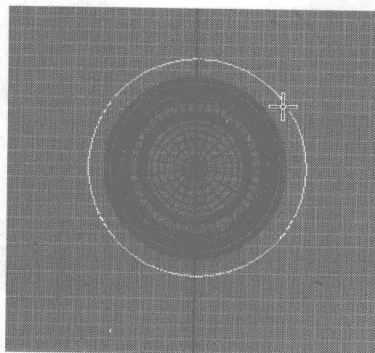

图 6.463
- 73** 在 Create 控制面板中单击 **Cylinder** 按钮，在 Left 视图中建立一个圆柱体，在 Front 视图将圆柱体移动到镜头的尾部，在工具栏中单击  按钮，并在视图中单击镜头物体，在弹出的对话框中依照默认值进行设置对齐参数，将圆柱体与镜头对齐，如图 6.463 所示。